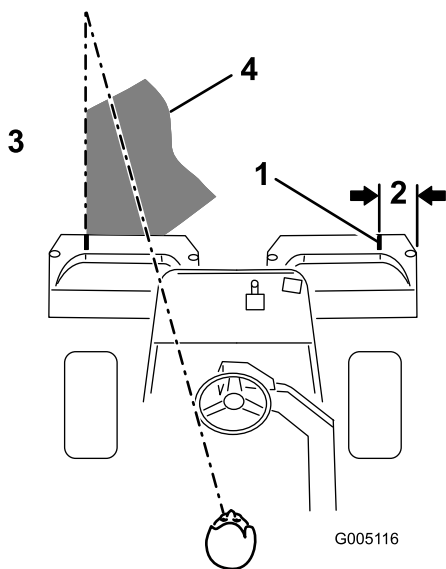

Figura 36
**Nota:** Per tosare in linea retta il green e mantenere la macchina alla medesima distanza dal bordo della falciatura precedente, immaginate una linea da 1,8–3 m circa davanti alla macchina fino al bordo della sezione di green da tosare (Figura 36). Potrebbe essere utile includere nella linea di collimazione il bordo esterno del volante, vale a dire, tenere allineato il bordo del volante con un punto che si trovi sempre alla stessa distanza dalla parte anteriore della macchina.